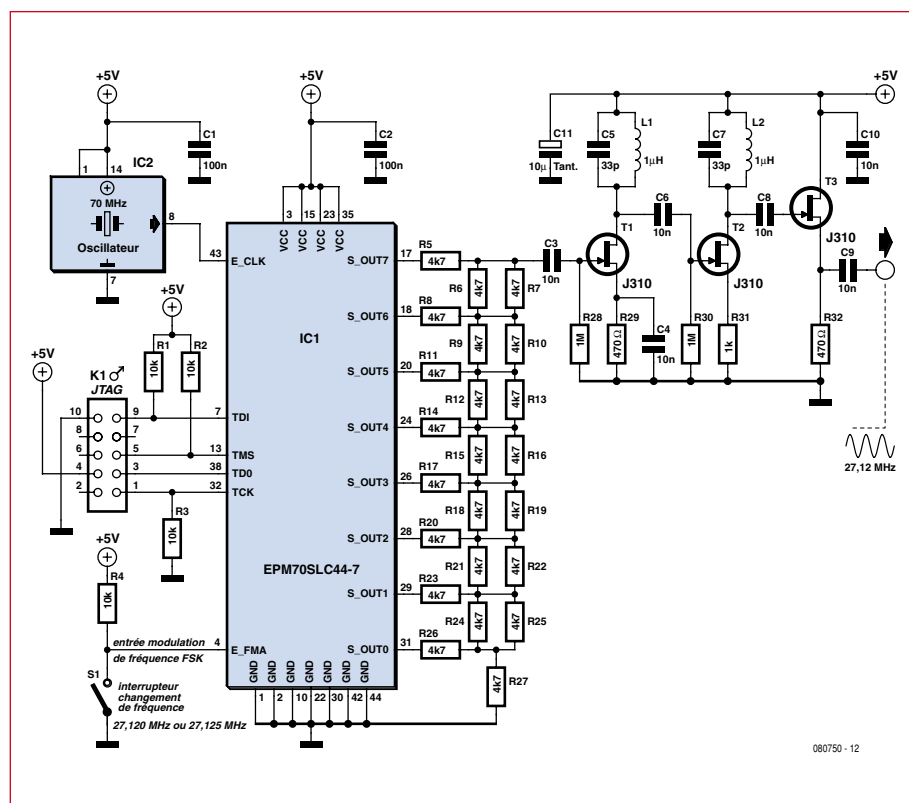

Figure 2. Schéma électrique de l'oscillateur DDS à CPLD.
**Figure 2** montre le schéma électrique